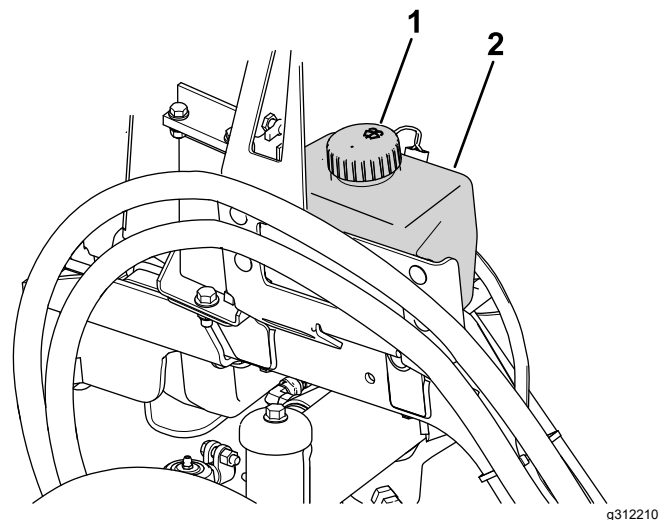

Figure 89
1. Enlevez le bouchon (Figure 89) du réservoir.